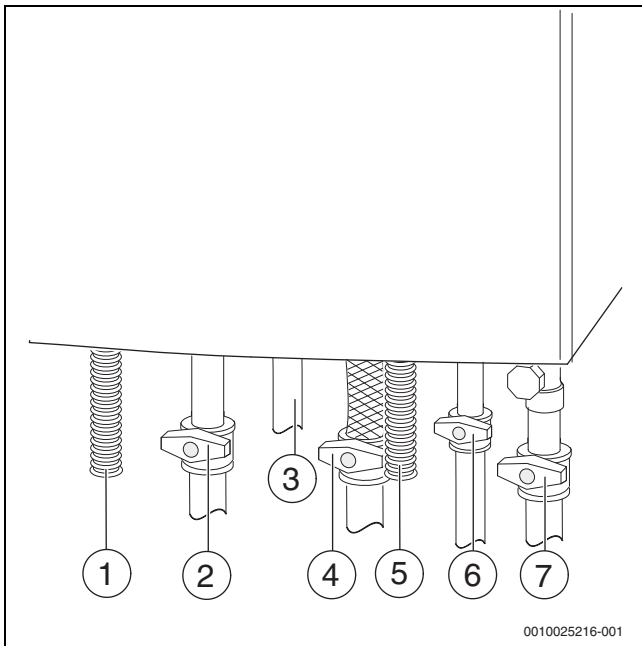

Fig. 27 Conexiones de las tomas de agua y de gas (accesorios)
- ▶ Abrir la llave de agua fría (→ fig. 27) y abrir a continuación un grifo de agua caliente hasta que salga agua.
- ▶ Abrir las llaves de impulsión y de retorno de la calefacción (→ fig. 27).
- ▶ Llenar la instalación de calefacción a 1 hasta 2 bar en el dispositivo de llenado (→ fig. 27) y cerrar el dispositivo nuevamente.